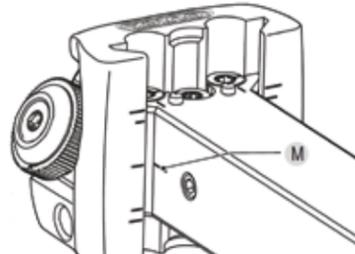

Fig. 2: Regolazione dell'altezza della cresta
Per regolare l'altezza della cresta, allineare il segno sul codolo (M) con i segni sulla testa portafresa (fig. 2).